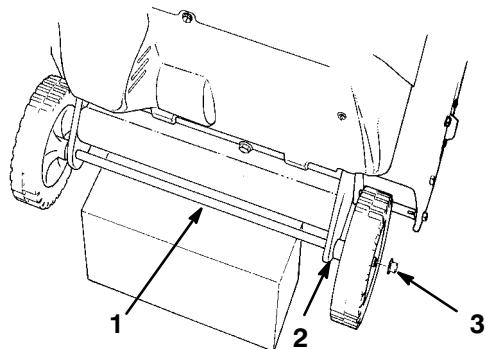

Figure 2
- Placez une cale en bois sous l'essieu (Fig. 2).
- Placez une entretoise et une roue sur l'essieu (Fig. 2).
- Enfilez un écrou de poussée à l'extrémité de l'essieu (Fig. 2).